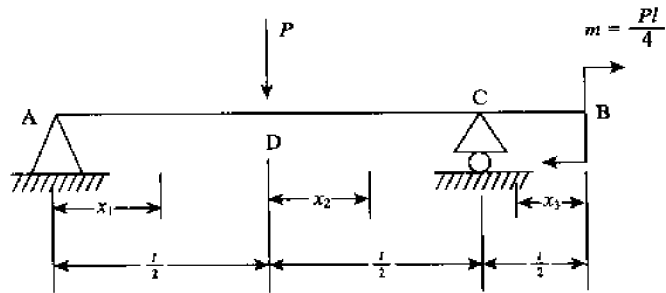

图 9-36
4. 试求图 9-36 所示梁的截面 B 处的挠度 y_B 和转角 θ_B 。 $EI = \text{常数}$ 。